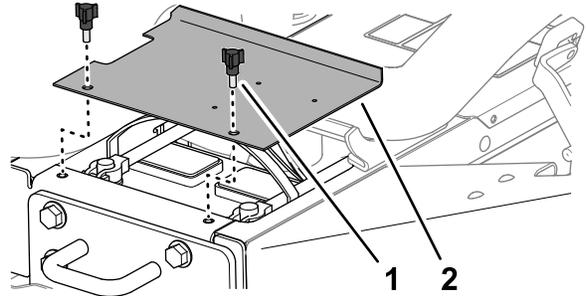

Figura 56
1. Abra los cierres de los lados izquierdo y derecho del capó (Figura 56).